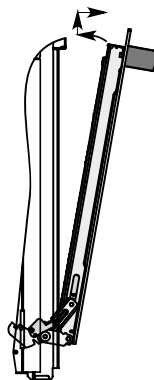

рис. 18
4. Взять дверцу за боковые стороны и потянуть на себя и вверх, чтобы освободить нижние оси шарниров, см. рис.18;